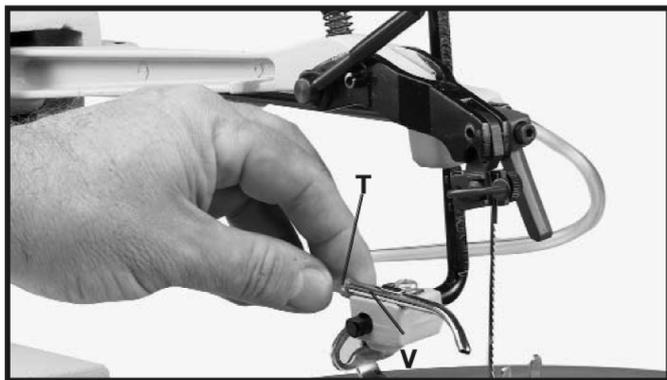

Fig. 14
12. Deslize a extremidade do tubo soprador de serragem (T) Fig. 14, até a extremidade da embocadura de ar (V), conforme aparece na ilustração.